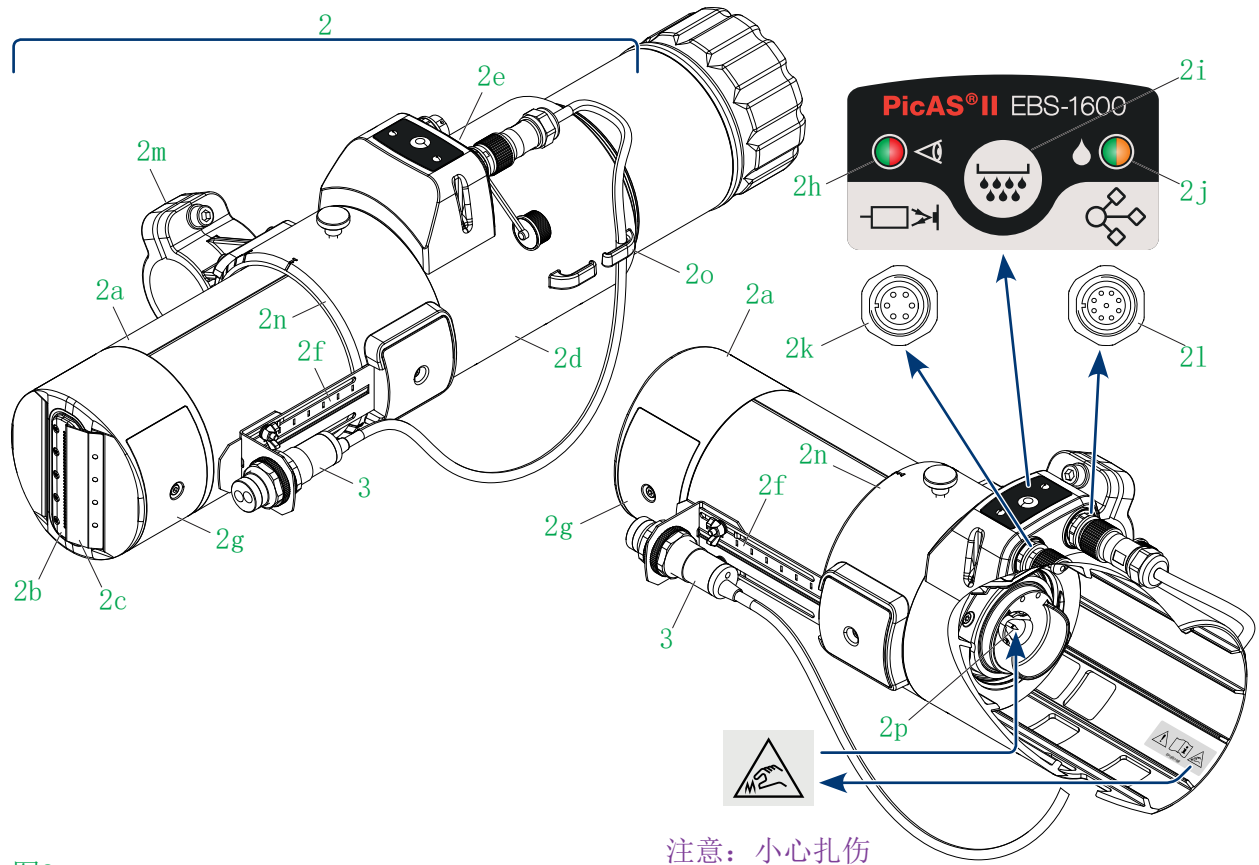
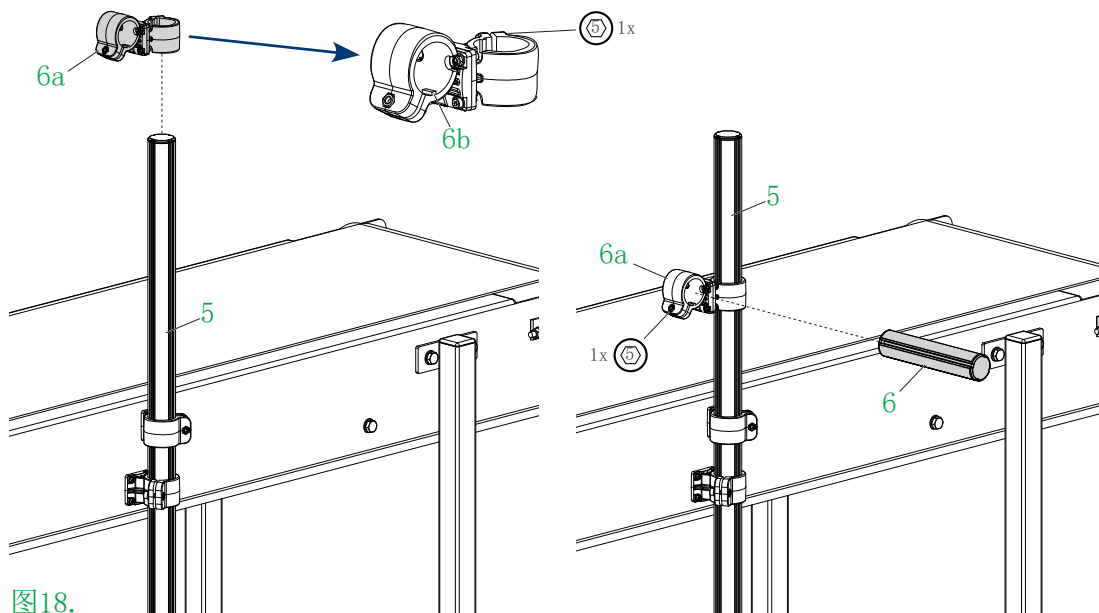

图8.
图18.
光电探头用于检测喷印的物件，并在适当的时刻释放喷印。光电探头应连接至输入口2k（见图8页图18）。
接口2p（见图8页图18）用于连接墨水瓶和喷码机。这种结构的接口保证了换瓶的方便和“清洁”，而且作为接口一部分的IMS（墨水监控系统）能阻止连接有问题的或过期的墨水瓶或清洗剂瓶。
- 将铰链夹具6a固定在喷码机支撑杆5（见图18）上。用5号内六角扳手拧紧夹具6a上的螺丝，将夹具固定在喷码机支撑杆5上。
在安装喷码机时，确定夹具上的凸块6b（见图18）正好进入支撑杆的纵向槽中。
- 集成喷头：一个九针插口21（见图8页图18 和图32）